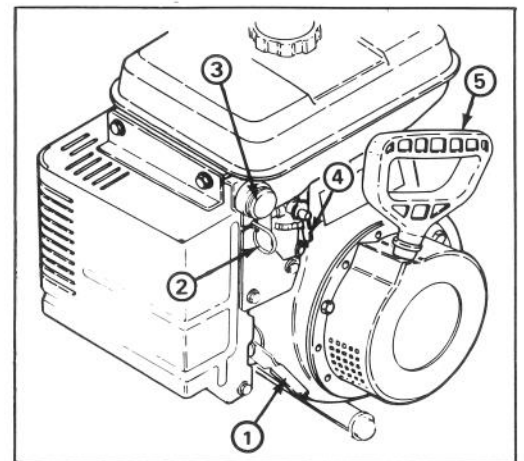

Abbildung 10
Drossel (Abb. 10)—Ein Vorschieben der Drossel erhöht die Motordrehzahl.
Choke (Abb. 10)—Der Choke befindet sich an der Rückseite der Motorabdeckung. Zum Starten des kalten Motor den Choke auf HALB oder auf VOLL drehen, und bei zunehmender Erwärmung den Choke wieder langsam auf AUS bringen.
Tupfer (Abb. 10)—Als Kaltstarthilfe den Tupfer drücken, damit eine kleine Menge Benzin in den Motor eingespritzt wird.
Benzinhahn (Abb. 10)—Der Benzinhahn befindet sich unten am Kraftstofftank. Den Benzinhahn schließen, um den Kraftstofffluß vom Kraftstofftank zu stoppen. Den Hahn öffnen, damit das Benzin in den Vergaser fließen kann. Den Benzinhahn schließen, wenn die Fräse nicht im Betrieb ist. Der Benzinhahn ist offen, wenn er sich in der vertikalen Stellung befindet, siehe Abbildung.
Rücklaufstarter (Abb. 10)—Der Rücklaufstarter befindet sich hinten am Motor und wird zum Starten des Motors herausgezogen.
2. Den Benzinhahn unter dem Kraftstofftank öffnen (Abb. 10).
3. Wenn die Temperatur über -18°C liegt, den Choke auf HALB herausziehen, und in die Stellung VOLL, wenn die Temperatur unter -18°C liegt (Abb. 10).
5. Tupfer (Abb. 10) zweimal drücken, wenn die Temperatur unter -12°C liegt. (Wenn mehr als zweimal gedrückt wird, kann Kraftstoff aus dem Vergaser verschüttet werden).
6. Den Rücklaufstarter (Abb. 10) langsam so lange herausziehen, bis Widerstand spürbar ist; dann den Motor mit einem kräftigen Armzug herumwerfen. Den Startgriff festhalten und das Seil langsam zurückgleiten lassen.